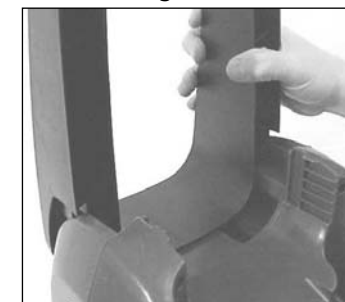

Figure 1
- Toujours mettre l'alimentation d'eau à « ON » (marche) avant de mettre l'appareil en marche (ON). Faire tourner la pompe à sec cause de graves dommages.
1. Assembler la poignée en la glissant dans l'appareil et la fixant à l'aide de quatre vis (fournies) tel qu'illustré dans les figures 1 et 2.